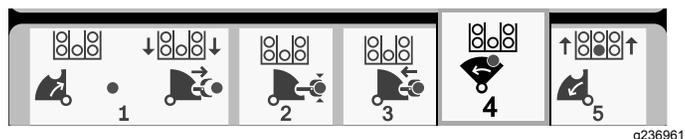

Figura 23
- Suelte el botón para continuar con el paso siguiente de la secuencia (Figura 23).